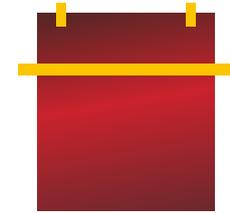

Figure02
- › A l'aide d'un ruban de masquage faire la charnière sur la partie haute horizontalement, de préférence sur une partie plate. (FIG. 02)